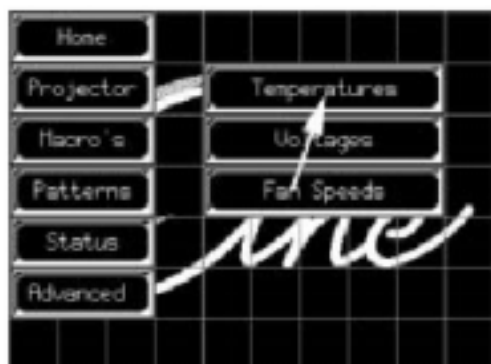

图 10-6 温度选择
1. 按“Temperature”（温度）按钮。（图 10-6）